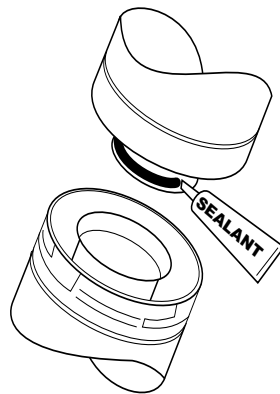

Figure 6.1.
- LE POÊLE À GAZ ET LE CONDUIT D'ÉVACUATION DOIVENT ÊTRE ÉVACUÉS DIRECTEMENT À L'EXTÉRIEUR DU BÂTIMENT ET Figure 6.1. NE JAMAIS ÊTRE RACCORDÉS À UNE CHEMINÉE DESSERVANT UN AUTRE APPAREIL À GAZ OU À COMBUSTIBLE SOLIDE. CHAQUE APPAREIL À GAZ À ÉVACUATION DIRECTE DOIT AVOIR SON PROPRE CONDUIT D'ÉVACUATION INDIVIDUEL. LES CONDUITS D'ÉVACUATION COMMUNS SONT INTERDITS.